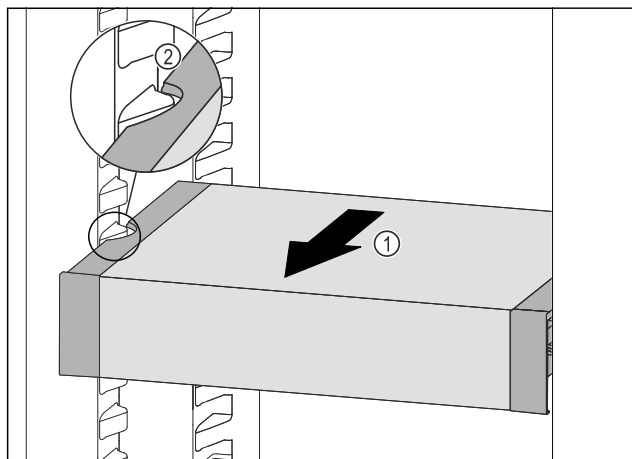

Fig. 170
- Tirare VarioSafe in avanti Fig. 170 (1) fino a quando le cavità laterali di VarioSafe non si trovano al livello della nervatura del contenitore nel vano frigorifero. Fig. 170 (2)